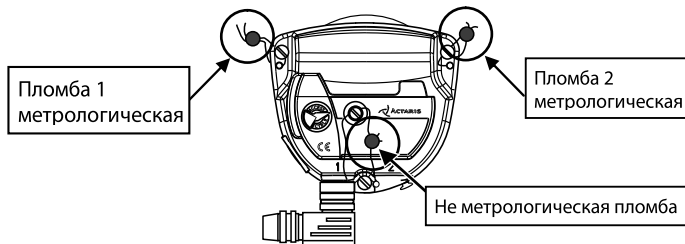

Рисунок 15. Расположение пломб с нанесенным на них клеймом официального метрологического органа
6.1 Перед началом работ по монтажу счетчика необходимо изучить настоящий паспорт счетчика и проверить наличие метрологических пломб с нанесенными на них клеймами официального метрологического органа завода-изготовителя на отсчетном устройстве (см. Рис. 15). При отсутствии пломб и клейм счетчик к эксплуатации не допускается.
10.3 При установке внешнего датчика импульсов Cyble™ пломбируется винт крепления датчика (см. Рис. 15).